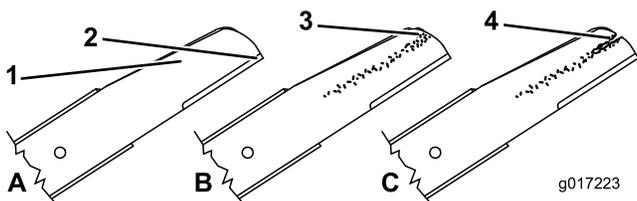

Рисунок 41
1. Осмотрите режущие кромки (Рисунок 41). Если кромки не острые или зазубренные, снимите ножи и заточите или замените их.
2. Осмотрите ножи, обратив особое внимание на состояние их фигурных частей (Рисунок 41). При